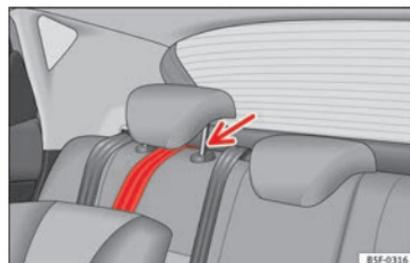

Fig. 80 Correa de sujeción: correcto ajuste y montaje.
- Dirigir la correa de sujeción del Top Tether por debajo del apoyacabezas del asiento posterior » **fig. 80** (levantar el apoyacabezas si es necesario).